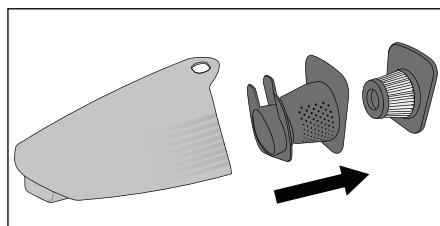

Fig. 3
- Pour obtenir d'excellents résultats, videz le bac à poussière ⑧ et nettoyez le filtre HEPA ⑥ régulièrement.
- Pour ouvrir le bac à poussière ⑧, retirez la partie portable ④ de la cavité pour partie portable ⑭.
- Appuyez sur la touche de déverrouillage ▲ ⑤ et tirez en même temps le bac à poussière ⑧ en avant.
- Commencez par sortir le filtre HEPA ⑥ et ensuite le filtre grossier ⑦ hors du bac à poussière ⑧ (fig. 3). Tapotez ces deux pièces au-dessus d'une poubelle ou similaire. Si nécessaire, vous pouvez rincer le filtre HEPA ⑥ à l'eau claire. Ensuite, laissez-le sécher entièrement à l'air.